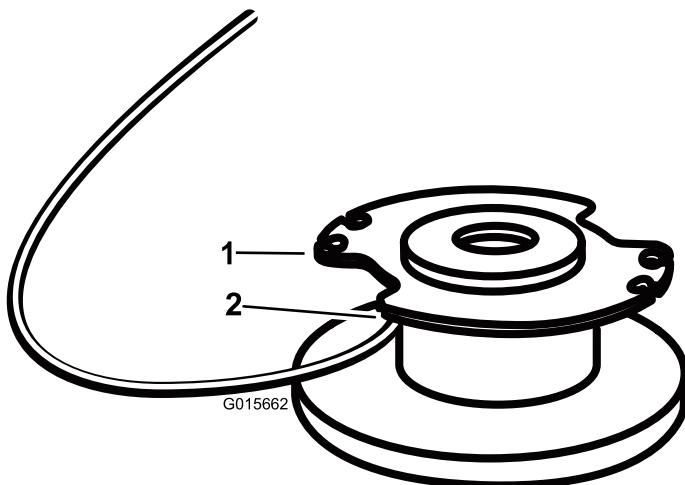

Figura 16
4. Inserte el hilo por el taladro de anclaje en la parte superior del carrete (Figura 16). Enrolle el hilo en el carrete en el sentido indicado por las flechas marcadas en el carrete.